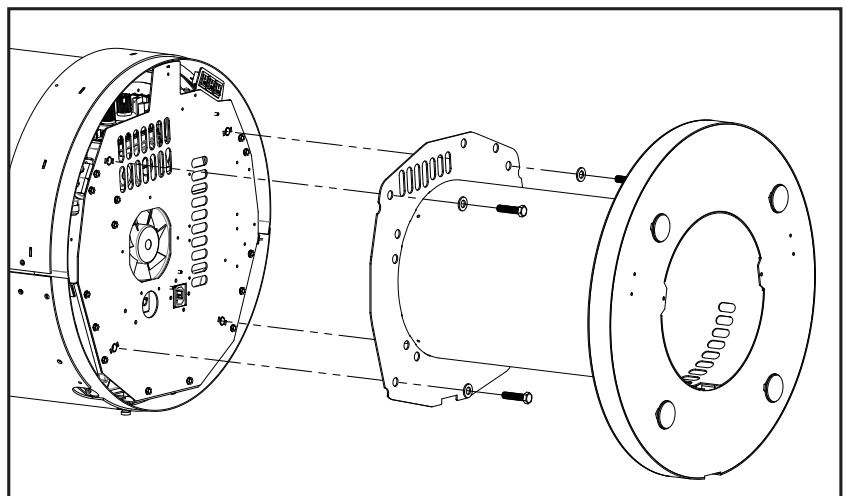

Figure 72: Installation du piédestal sur poteau
Le piédestal de poteau est emballé avec quatre (4) boulons à tête hexagonale et quatre (4) rondelles utilisées pour fixer le piédestal sur l'unité. Alignez les fentes d'aération du socle avec celles situées au bas de l'unité. Fixez le socle de poteau à l'unité en utilisant les mêmes trous filetés dans lesquels les pieds de nivellement ont été installés (voir la Figure 72).